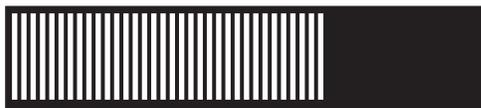

図 62. ハードウェア・ブートの表示
- ハードウェア・ブートの表示が連続的に表示される。図 62 を参照してください。